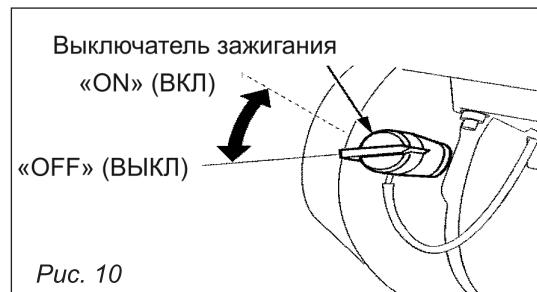

Рис. 10
Переместите выключатель зажигания в положение «Запуск» (ON) (рис. 10).
Чтобы остановить двигатель в случае крайней необходимости, поверните переключатель в позицию «Выключить» (OFF) (рис. 10).
2. Поверните выключатель двигателя в позицию «Выключить» (OFF) (рис. 10).